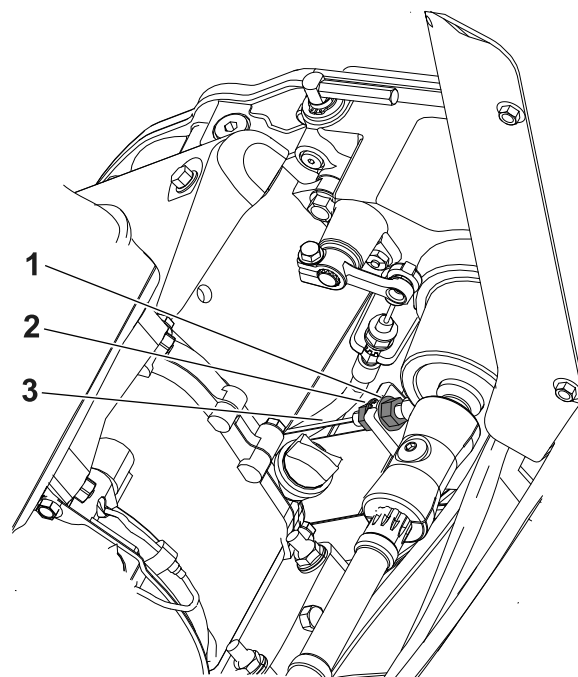

Bild 38
2. Lösen Sie die hintere Klemmmutter und ziehen Sie die vordere Klemmmutter an (Bild 38).